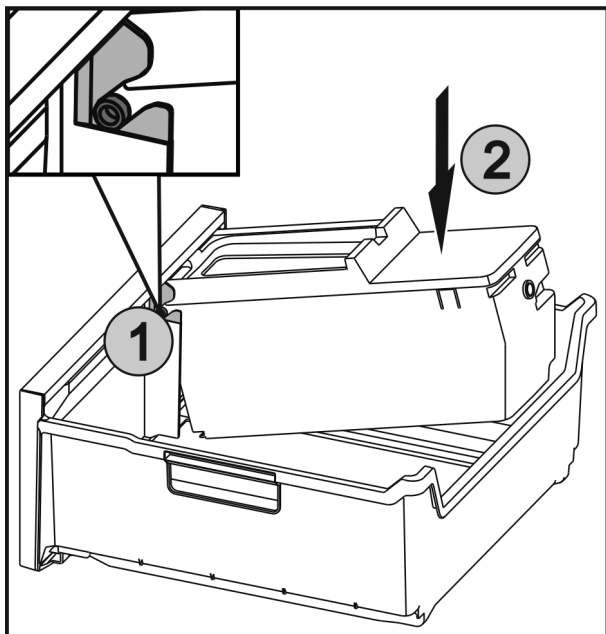

Fig. 41
- ▶ Împingeți axele Fig. 41 (1) de la EasyTwist-Ice în ghidaje și presați partea din spate Fig. 41 (2) până când eclisa se fixează.